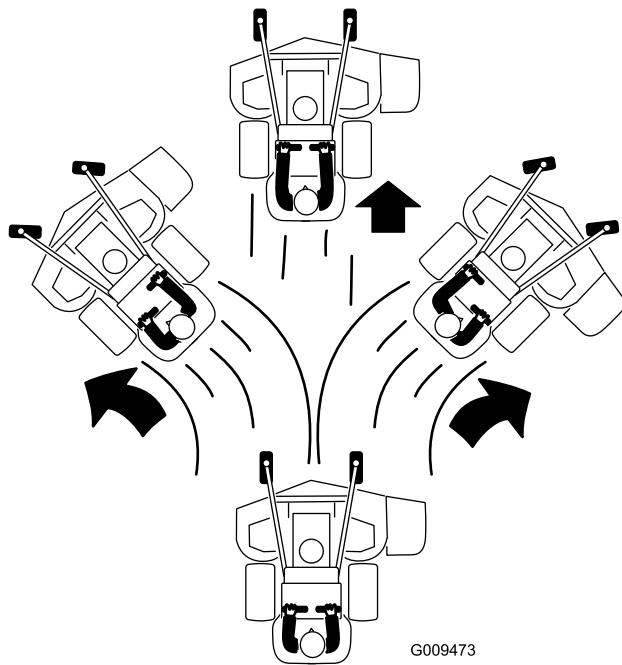

Bild 20
3. Schieben Sie die Fahrantriebshebel langsam nach vorne (Bild 20).